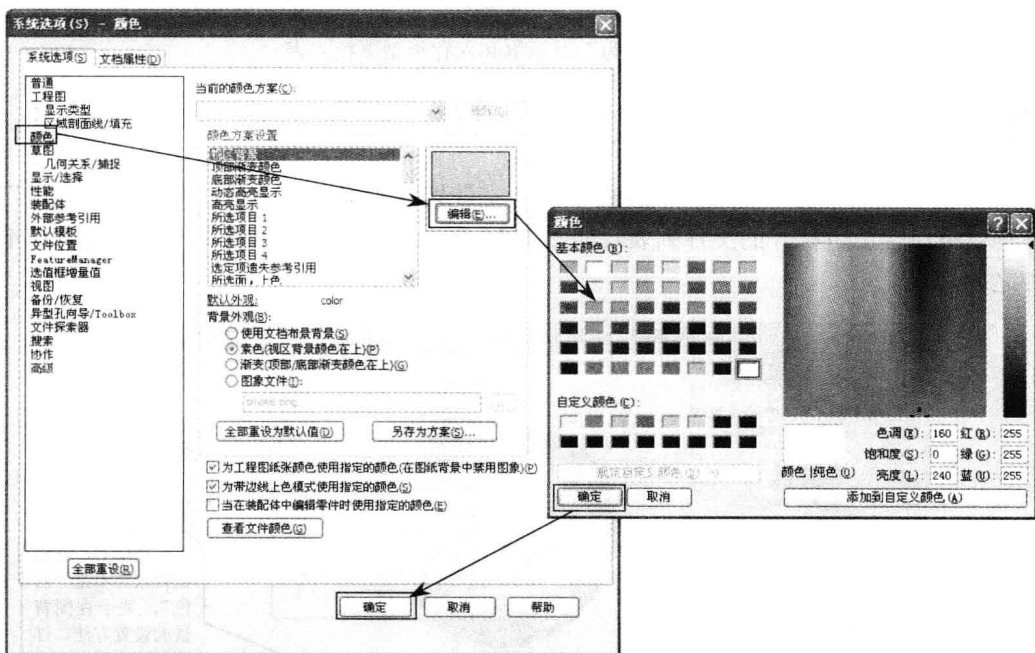

图 1-12 设置“视区”颜色
STEP 2 如图 1-12 左图所示，在打开的“系统选项”对话框中，单击“系统选项”选项卡下的“颜色”列表项，在窗口右侧出现可以设置的项，在“颜色方案设置”列表框中选择“视区背景”列表项。
STEP 3 单击“编辑”按钮，打开“颜色”对话框，如图 1-12 右图所示，选择要设置的视区背景颜色，并单击两次“确定”按钮，即可看到视区中的背景颜色发生了变化。